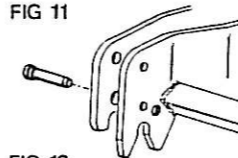

FIG 13
4. Utilisation catégorie III avec attelage rapide ASAE (fig. 13 & 14)
4. Kat. 3 - ASAE Standard Schnellkupplung (siehe Fig. 13 & 14)
4. Category III - ASAE standard quick hitch (see fig.13 & 14)